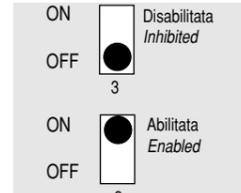

Fig. 3
- 3 funzione protezione compressore (Fig. 3) OFF: funzione disabilitata; ON: funzione abilitata;
- 3 compressor protection function (Fig. 3) OFF: function disabled; ON: function enabled;